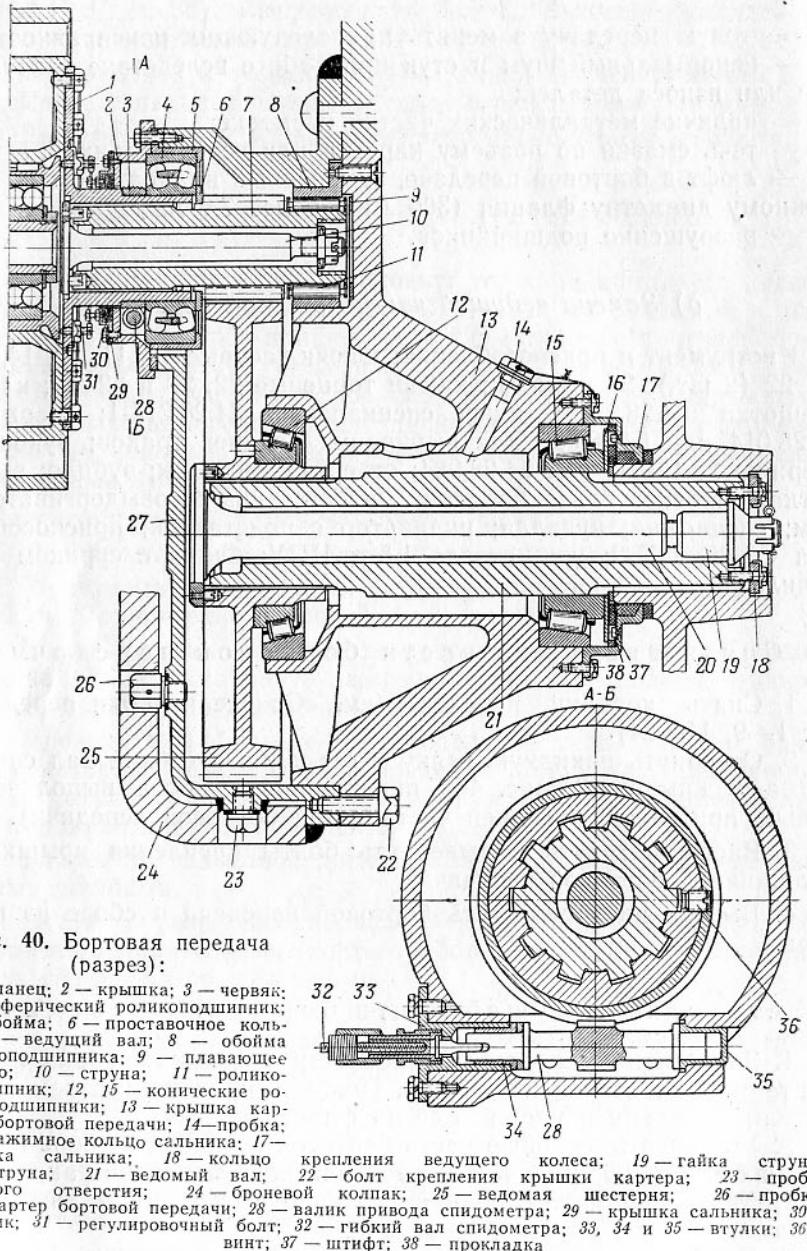

Рис. 40. Бортовая передача (разрез):
2. Отвернуть накидную гайку и отъединить гибкий вал спидометра от крышки 2 (рис. 40) подшипника (работа выполняется только при снятии ведущей части левой бортовой передачи).
5. Отстопорить и вывернуть болты 22 (рис. 40) крепления крышки 13 бортовой передачи к картеру.
5. Вывернуть болты крепления фланца втулки 33 (рис. 40) привода спидометра. Вынуть втулку, валик 28 привода спидометра и снять с валика регулировочные прокладки.
8. Вставить бронзовую втулку 34 (рис. 40) во втулку 33. Вставить втулку 33 в гнездо крышки и закрепить ее болтами с пружинными шайбами (см. Технические условия, п. г) (для правой ведущей части бортовой передачи работа не выполняется).
1. Отвернуть два винта крепления обоймы 8 (рис. 40) роликоподшипника 11 и вынуть в сборе с подшипником, снять плавающее кольцо 9.